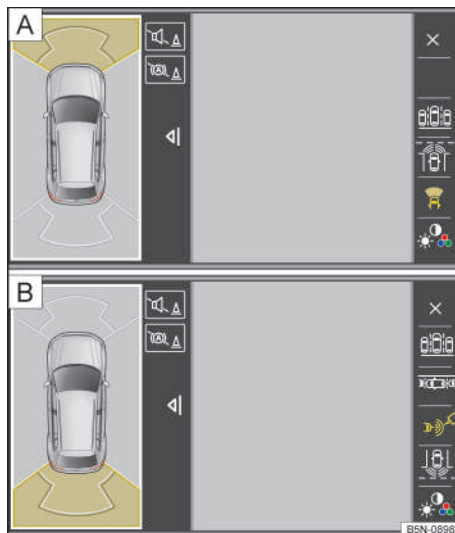

Fig. 180 Sistema de infotainment: visualización en la pantalla del Area View.
1. Para seleccionar una visualización en concreto, pulse los botones de función en el margen de la imagen → fig. 180.
Se muestran dos zonas en la pantalla del sistema de infotainment → fig. 180: